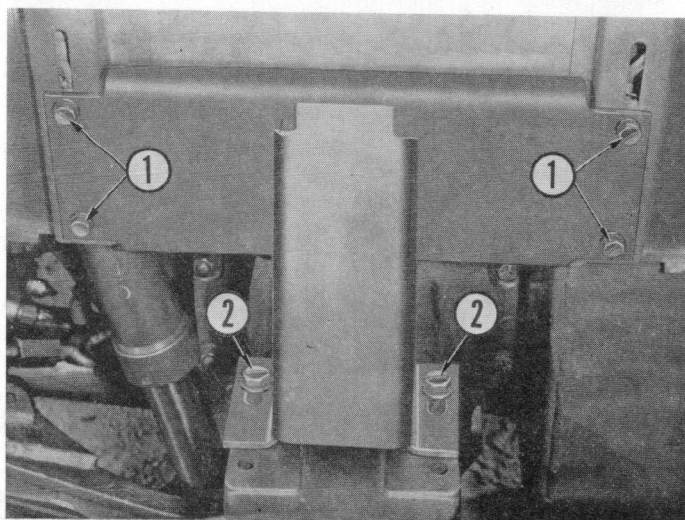

Fig. 73
- latéralement suivant la voie arrière du tracteur (voir fig. 73).
Pour régler la position verticale, desserrer les 4 vis 1 (fig. 73), mettre l'aile à la position désirée et bloquer les vis.